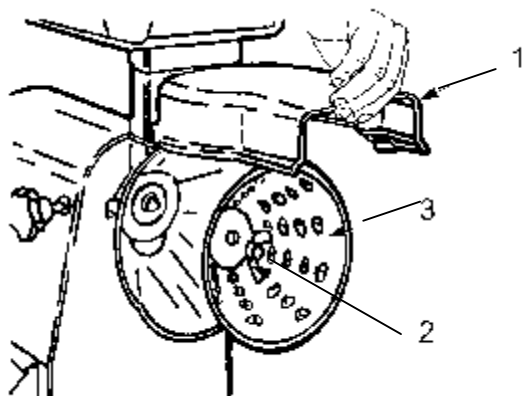

Рисунок 11 – Установка и снятие режущих дисков
5.3 Установка и снятие режущих дисков (см. Рисунок 11)